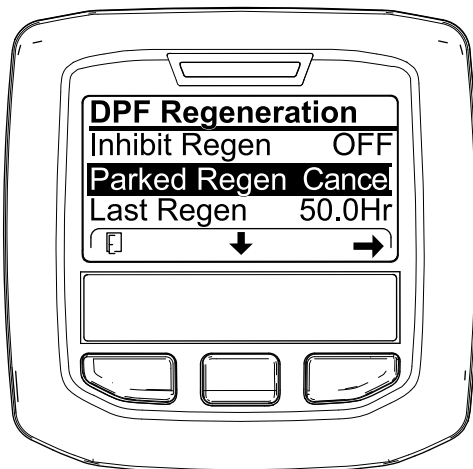
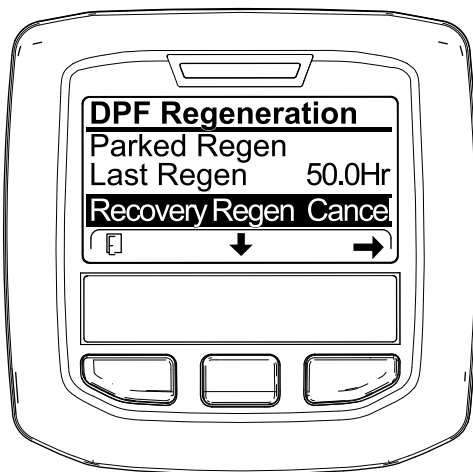

Figura 73
Figura 74
1. Acesse ao menu Regeneração do filtro de partículas de gásóleo (Figura 73).
2. Prima o botão central para ir até à opção CANCELAR REGENERAÇÃO EM ESTACIONAMENTO (Figura 73) ou CANCELAR REGENERAÇÃO DE RECUPERAÇÃO (Figura 74).
3. Pressione o botão direito para selecionar a entrada Cancelar regeneração (Figura 73 ou Figura 74).